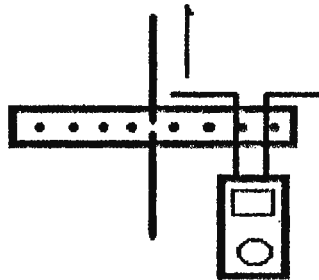

FIGURA 4.
9. Mueva el probador de voltaje a lo largo de la antena a una distancia de aproximadamente 1cm como se muestra en la figura 4.